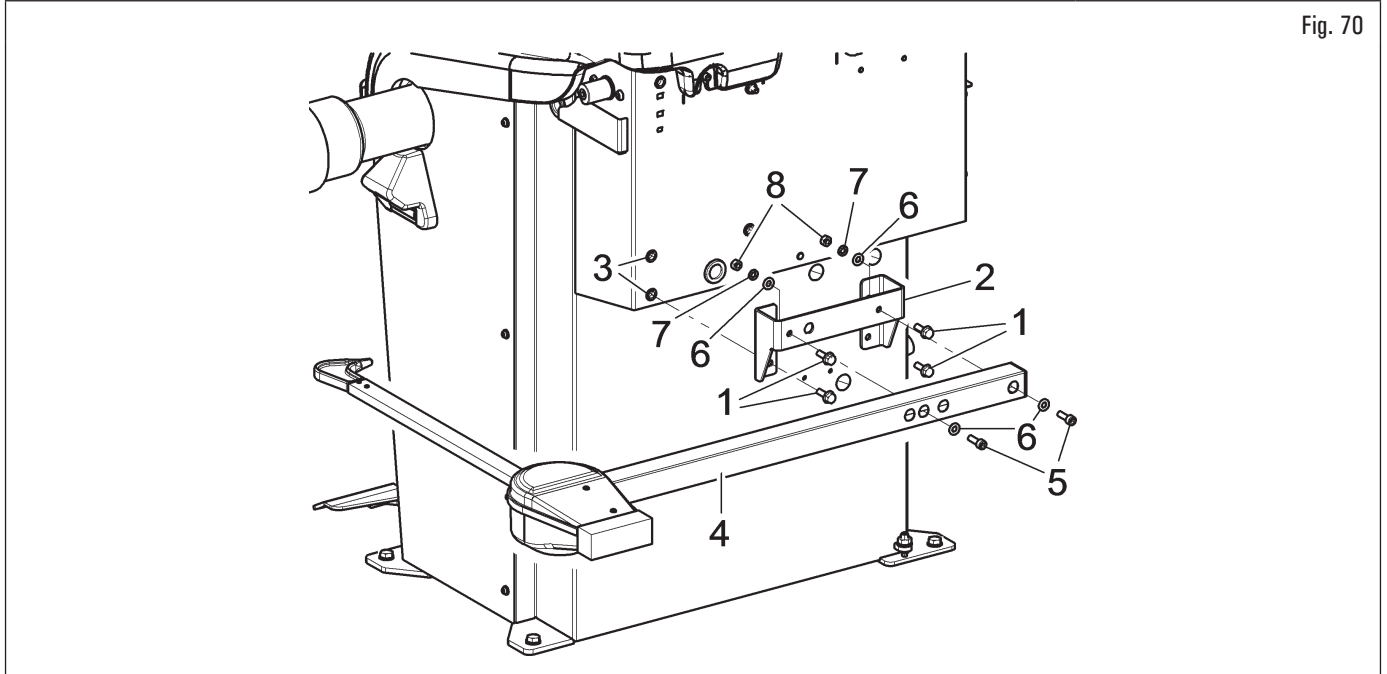
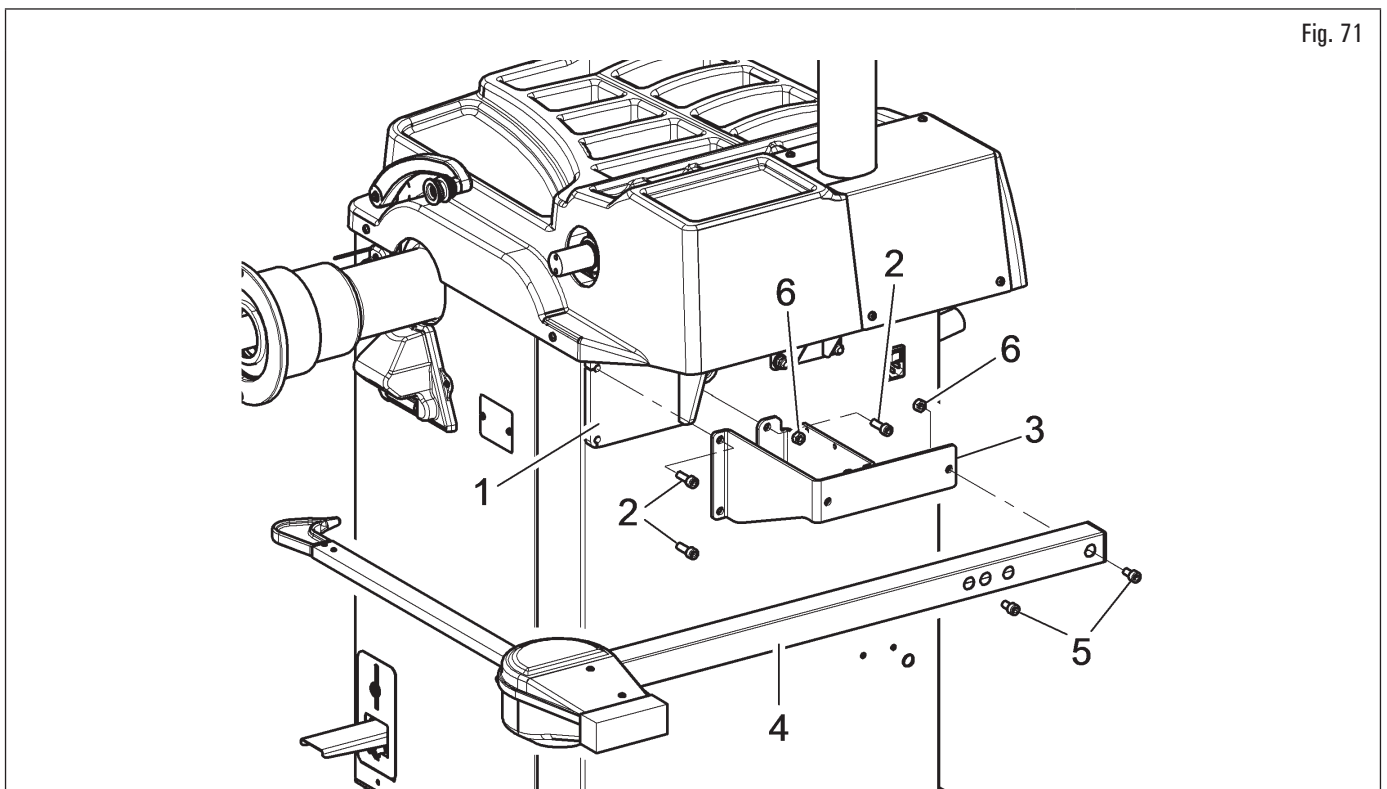
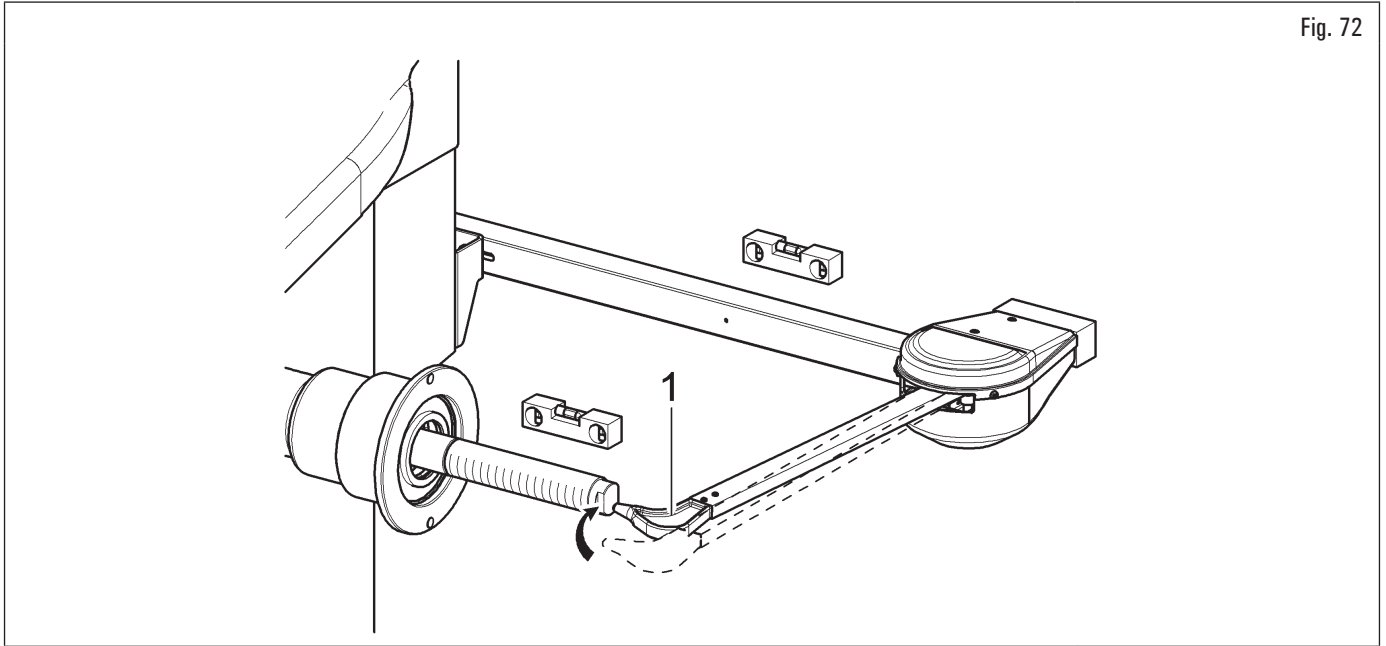

Fig. 70
Fig. 71
Fig. 72
1. Atornillar los 4 tornillos (Fig. 70 ref. 1) a la brida del palpador (Fig. 70 ref. 2) y a los remaches roscados (Fig. 70 ref. 3) colocados en el bastidor del equipo.
Bloquear el brazo del palpador (Fig. 70 ref. 4) a la brida (Fig. 70 ref. 2) utilizando los 2 tornillos apropiados (Fig. 70 ref. 5) y las arandelas (Fig. 70 ref. 6). Bloquear estos tornillos con las arandelas (Fig. 70 ref. 6), con las arandelas elásticas (Fig. 70 ref. 7) y con las tuercas (Fig. 70 ref. 8) de manera que el mandril y el brazo del palpador quedan nivelados (véase Fig. 72);
1. Desatornillar los tornillos de fijación del soporte balancín (Fig. 71 ref. 1), poniendo mucha atención a sostener el soporte mismo. Atornillar los 3 tornillos (Fig. 71 ref. 2) a la brida del palpador (Fig. 71 ref. 3) y al soporte balancín (Fig. 71 ref. 1). Bloquear el brazo del palpador (Fig. 71 ref. 4) a la brida (Fig. 71 ref. 3) utilizando los 2 tornillos apropiados (Fig. 71 ref. 5). Bloquear estos tornillos con las tuercas (Fig. 71 ref. 6) de manera que el mandril y el brazo del palpador quedan nivelados (véase Fig. 72);
- al término del montaje, asegúrese manualmente de que la puntal del palpador (Fig. 72 ref. 1) pueda tocar el cabezal del husillo;